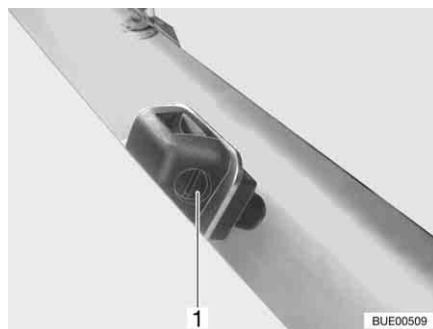

Bild 42 Spolarmunstycke
- Vrid ställskruvan (Bild 42,1) med en lämplig skruvmejsel tills önskat läge nås.